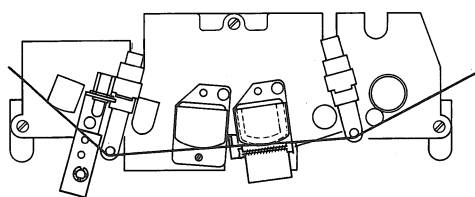

Fig. 4.4.-1
- Bandabhebemagnet lösen und soweit verschieben, bis der Bandlauf am Wiedergabekopf auf der Höhe des Abschirmgehäuses liegt (Fig. 4.4. - 1).
- Loosen mounting screws of tape lift solenoid and reposition solenoid until the lifted tape runs at the height of the playback head shield (see figure 4.4. - 1).